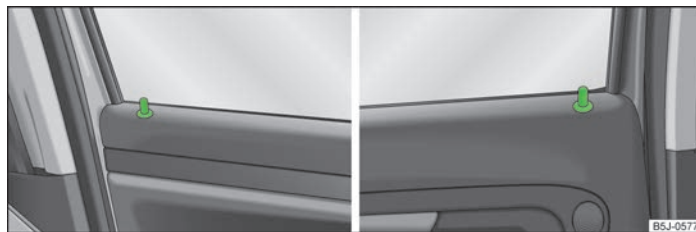

Fig. 11 Butonul de siguranță în portiera față / în portiera spate
La descuierea sau încuierea portierei, butonul de siguranță corespunzător » fig. 11 se deplasează în sus, resp. în jos.
- Apăsați butonul de siguranță în jos » fig. 11.